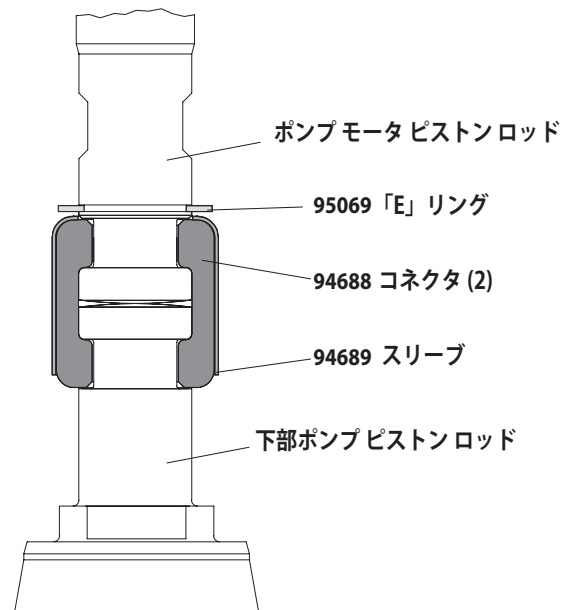

図 2
5. E リング ペンチを使用して、(95069) E リングを上向きにスライドさせる、(図 2 参照) 2 つのコネクタを解放するスリーブにスライドします。空気モーターは脇に置きます。